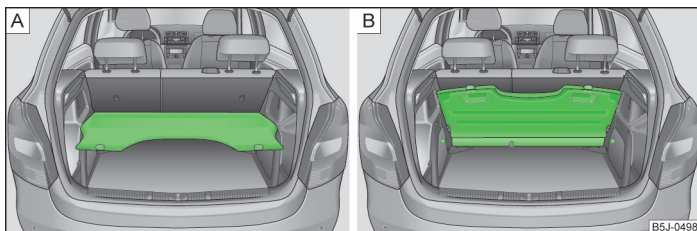

Fig. 49 Cappelliera: stipata in posizione ribassata/dietro i sedili posteriori
- nella posizione inferiore sugli elementi di sostegno » fig. 49 - [A] » [!];
- dietro i sedili posteriori » fig. 49 - [B].
In questa posizione » fig. 49 - [A] la cappelliera può reggere oggetti di peso massimo sino a 2,5 kg.